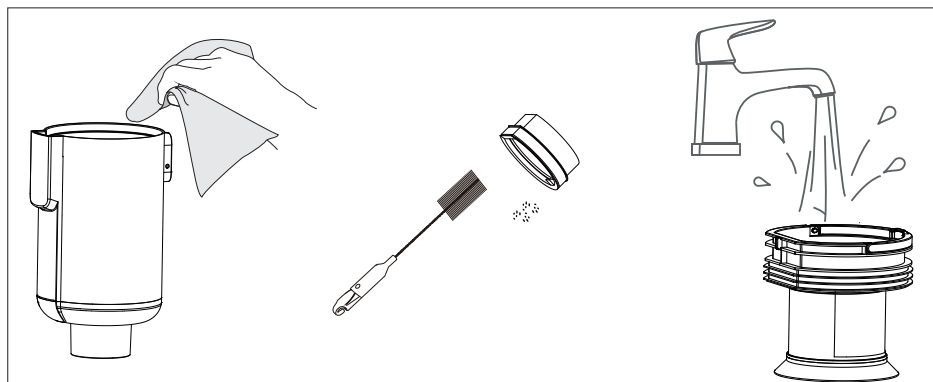

Fig. 25 – Pulizia del filtro per la polvere e del contenitore della polvere
- ▶ Pulire il contenitore della polvere con un panno umido (**vedere Fig. 25**).